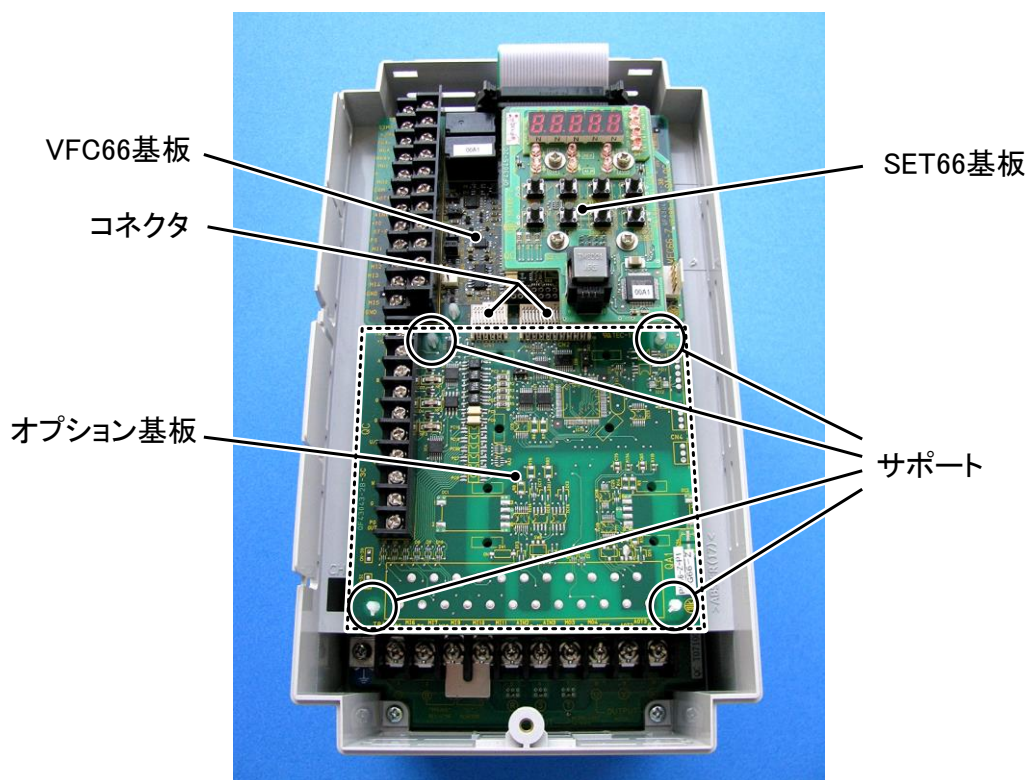
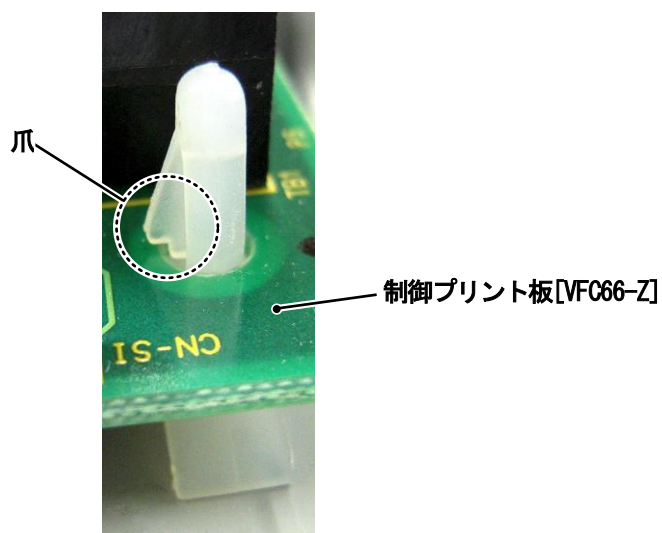

図1 表面カバーを開けた状態
図3 サポートの爪部分
⑤制御プリント板[VF66-Z]にも VF66B (DC モータ駆動) 筐体に固定するサポートがありますので、図3に示した爪部分をサポート内部に押し込むようにして、制御プリント板[VF66-Z]を取り外してください。
⑥取り外したオプション基板の6つの穴と図1に丸印で示したサポートの位置を合わせ、図3に示すようにサポートの爪部分が基板上部に引っ掛かるまで基板を押し込んでください。
⑧コンソールパネル[SET66-Z]をドライバ⊕ M3 を使用して元どおりに取り付けてください。
⑨VF66B (DC モータ駆動) のユニットカバーのフタを元に戻してください。